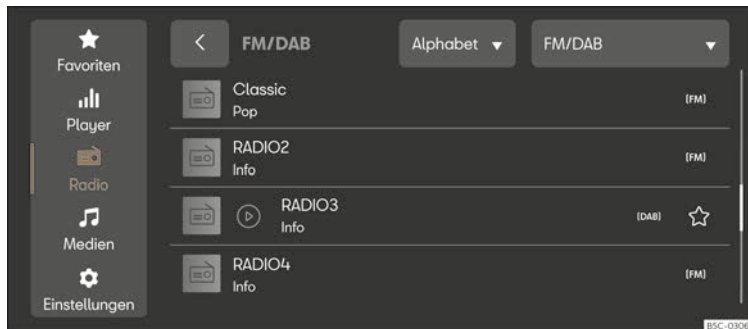

Abb. 179 Schematische Darstellung: Ansicht Radio.
- Drücken Sie **MENÜ** > > > (Abb. 179).